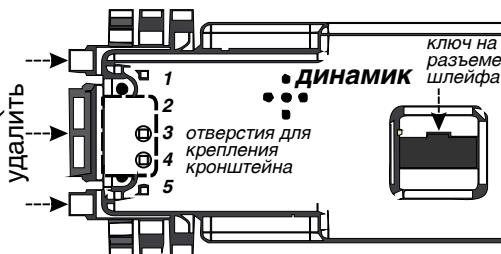

Рис. 4.5
11. Устанавливаются кронштейны, как показано на рисунке 4.6. Прикладываем согнутый кронштейн короткой стороной к задней панели Дисплея. При этом фигурный вырез кронштейна должен быть обращен в сторону динамика. Рис. 4.5 и рис. 4.6.
12. На задней панели с боковых сторон находится по пять отверстий. Прикручиваем кронштейн саморезами, в отверстия “3” и “4”, рис. 4.5. Таким же образом прикручиваем второй кронштейн с другой стороны. Рис. 4.6.